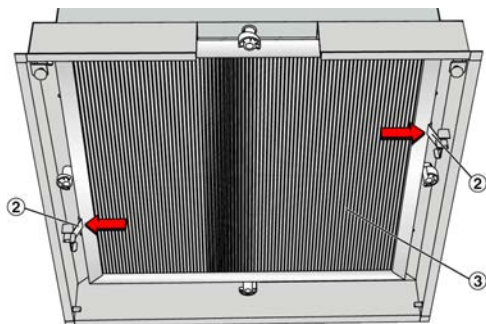

Abb. 10: Filter entnehmen
3. ▶ Durch Andrücken der Federn (Abb. 10/2) den Filter (Abb. 10/3) lösen und aus dem Gehäuse entnehmen.